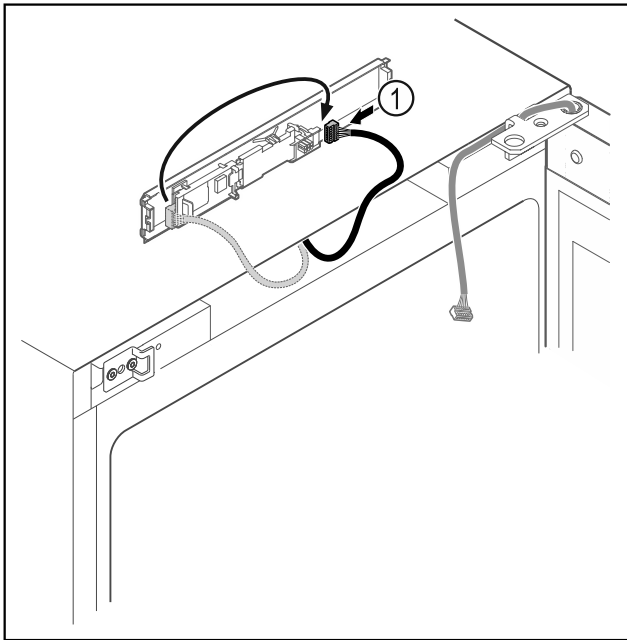

Fig. 19
- ▶ Μεταφέρετε το φιν Fig. 19 (1) στην πλακέτα.